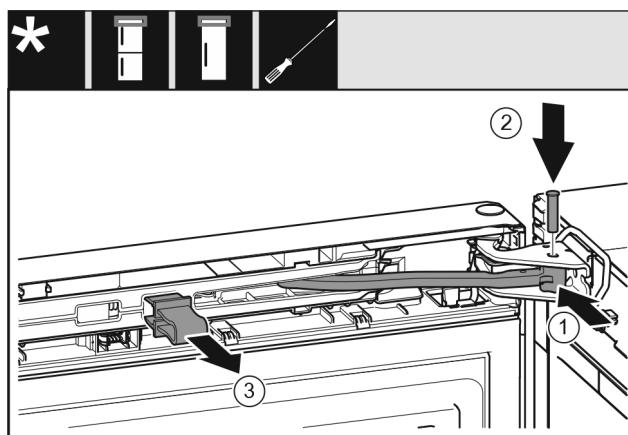

Fig. 21
- ▶ Okrenite zglob u podlošku ležaja. Fig. 21 (1)
- ▶ Umetnite svornjak u podložak ležaja i zglob. Pritom pazite da ispuštenje za blokiranje ispravno dosjedne u utor. Fig. 21 (2)
- ▶ Skinite osigurač. Fig. 21 (3)